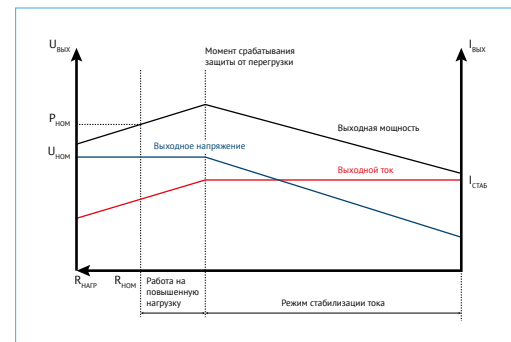

Рис. 11. График ограничения тока.
1. Для предотвращения перегрева и срабатывания защиты необходимо соблюдать условия эксплуатации, указанные в технической документации, и использовать радиаторы охлаждения, обеспечивающие эффективный отвод тепла. При использовании преобразователей без радиатора, из-за тонкой стенки корпуса, возможно образование локальных перегревов (рис. 11). Для исключения локальных перегревов рекомендуется использовать дополнительные теплораспределяющие основания, которые выравнивают температуру на теплоотводящей поверхности модуля.